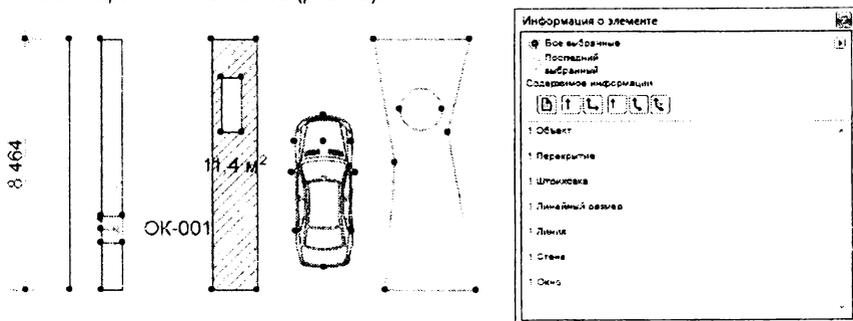

Рисунок 80
1. Все кнопки отжаты или произведен новый выбор – выводится информация о количестве выбранных элементов (рис. 80).